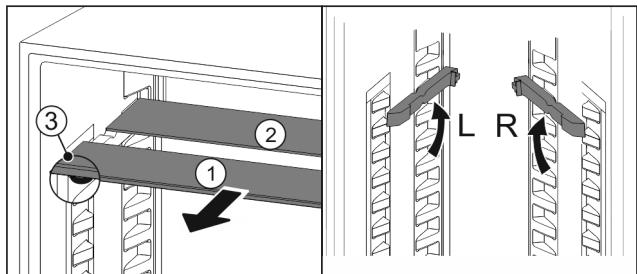

Fig. 131
- Пусніть Fig. 131 (1) скляну панель вперед.
- Скляна панель Fig. 131 (1) з декоративною планкою лежить спереду.
- Стопори Fig. 131 (3) показують вниз.